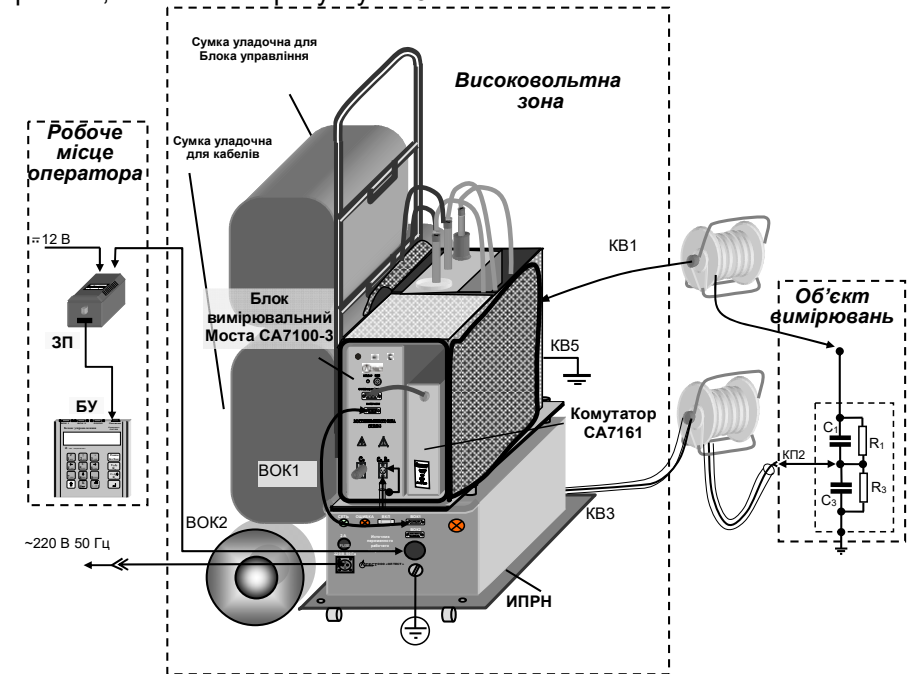

Рисунок 7.19
6) Підключити кабелі (рисунок 7.19).